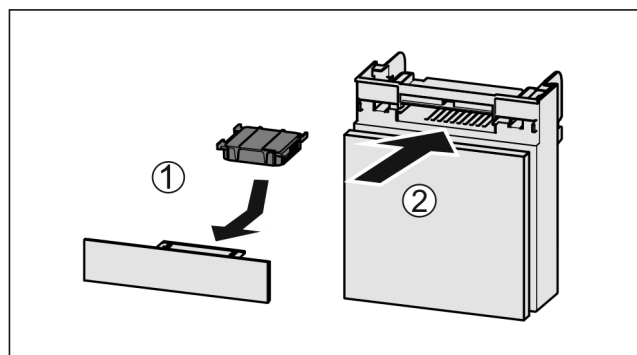

Fig. 152
- Pange Fig. 152 (1) aktiivsöefilter joonise järgi sisse.
- Lükake Fig. 152 (2) laegas sisse.